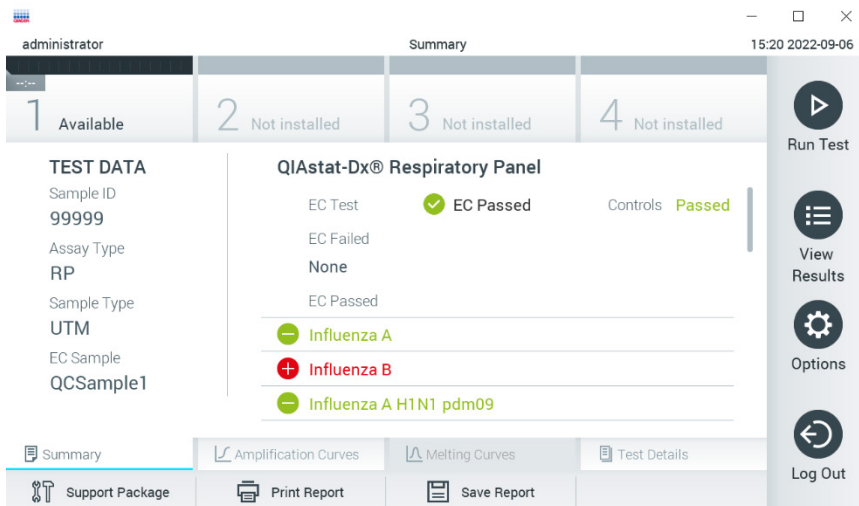

Рис. 97. Екран Summary (Зведення) результатів ЗК.
12. Після того, як ви виймете картридж для аналізу КВІАстат-ДКс (QIAstat-Dx), з'явиться екран **Summary** (Зведення) (рис. 97). Докладні відомості див. в розділі 8.3.